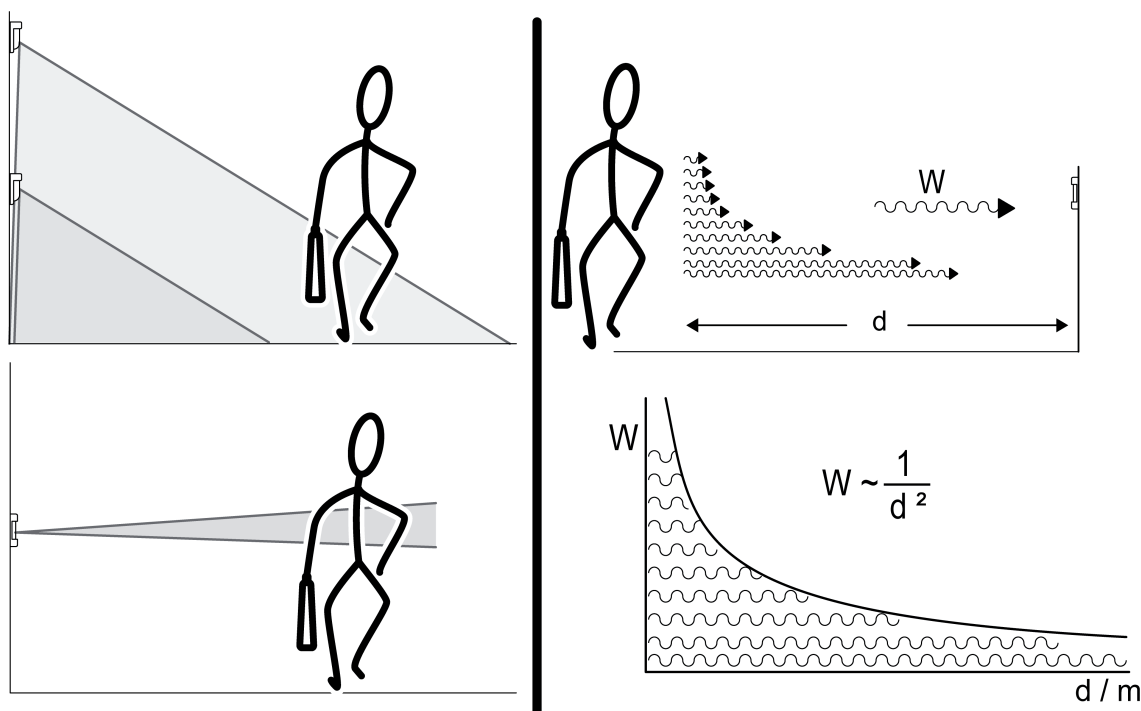

Рисунок 4: Распознавание тепловых источников: геометрия поля распознавания и удаление объекта (закон фотометрического удаления)
- Геометрия поля распознавания: датчик движения, направленный с наклоном вниз отличается от направленного прямо в бесконечность (рисунок 4).
- Расстояние между тепловым источником и датчиком движения: чем больше удаление теплового источника от датчика, тем слабее сигнал, распознаваемый датчиком (рисунок 4).